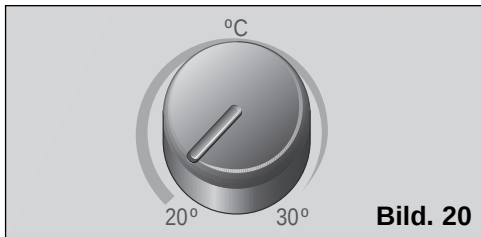

Bild. 20
- ☐ Ställ in termostaten på läge för lägsta temperatur, **Bild 20**.